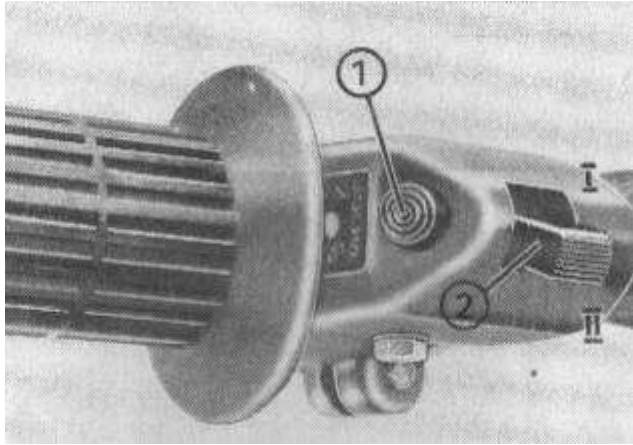
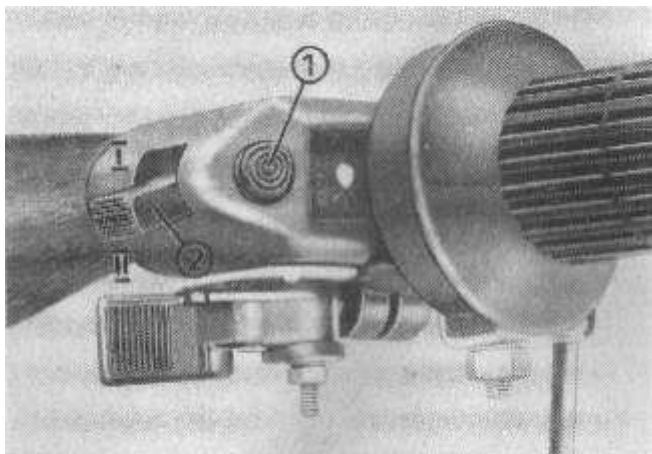

Bild 5. Abblendschalter
Bild 6. Lenkerlichtschalter mit Kurzschlußknopf
Bei einigen Varianten befindet sich am rechten Lenkerende der Lenkerlichtschalter mit Kurzschlußknopf für die Zündung (siehe Bild 6) und am linken Lenkerende der Abblendschalter (siehe Bild 5). Bei diesen Varianten entfällt der Zündlichtschalter und die Kontrolleuchten.
- bei den Varianten ohne Zündlichtschalter erfolgt die Startbetätigung durch nach unten treten des Kickstarterhebels und das Abschalten durch Betätigung des Kurzschlußknopfes (Bild 6);